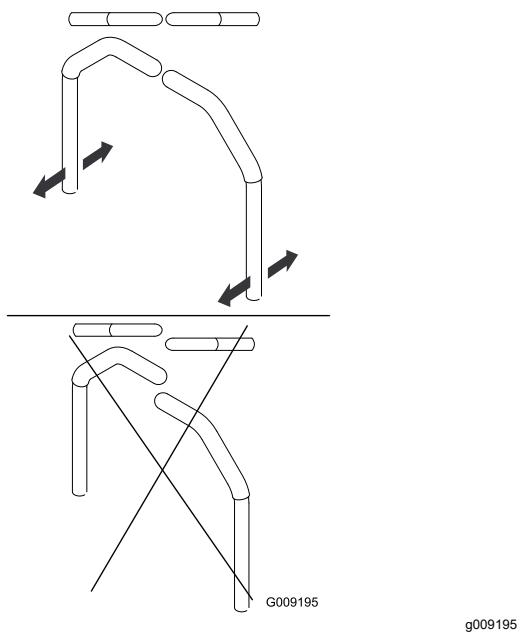

Figura 106
4. Alinhe as alavancas da frente para trás ao unir as alavancas na posição de PONTO MORTO e deslize-as até ficarem alinhadas, a seguir, aperte os parafusos (Figura 106).